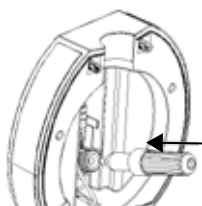

Fig.7
2. Plaats een nieuwe 16 gram CO₂ cartridge (Fig. 7).